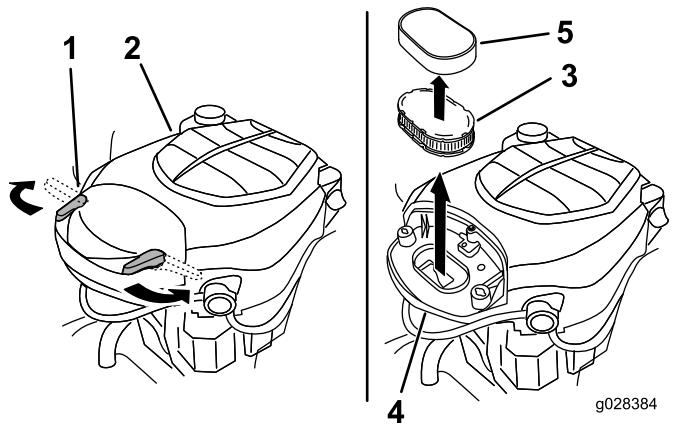

Figure 29
2. Déposez le couvercle pour accéder à l'élément filtrant (Figure 29).
- Reposez le couvercle et fixez-le avec les verrous (Figure 29).